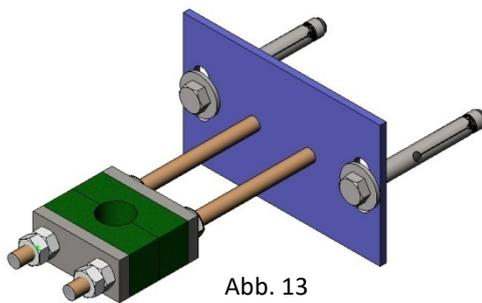

Abb. 13
- Es wird empfohlen eine Spindel- Schutzhalterung anzubringen (Abb. 13) alle 1,5 m.